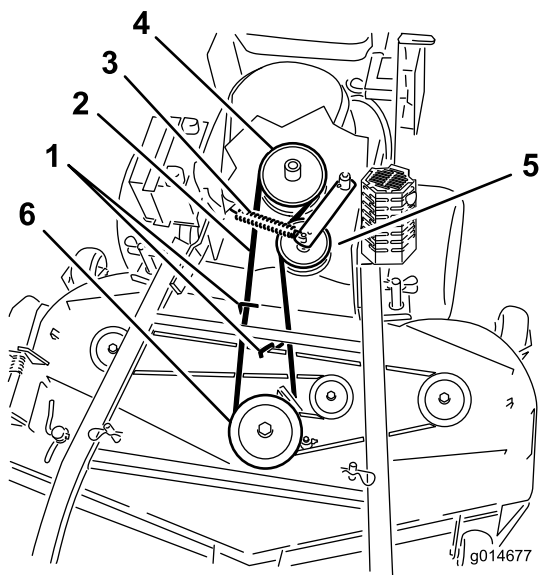
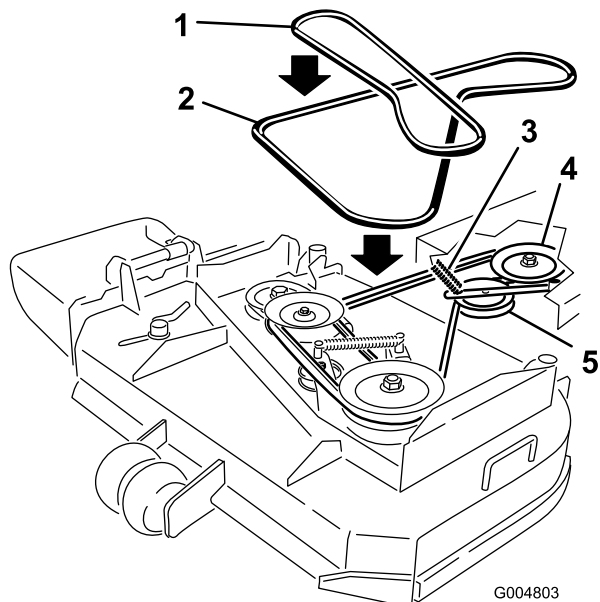

Figura 51
Figura 52
- Retire la correa de la polea central de la carcasa de corte (Figura 51). Consulte Figura 52 para quitar la correa de la polea izquierda en una carcasa de corte de 36 pulgadas. Extremar las precauciones al retirar la correa ya que la tensión aumentará debido a que la polea tensora está tensada con muelle.
- Retire la correa de la polea del motor y la polea tensora tensada con muelle (Figura 51). Consulte Figura 52 para retirar la correa de las poleas de una carcasa de corte de 36 pulgadas.
- Instale la nueva correa en la polea del motor y la polea tensora tensada con muelle (Figura 51).
- Coloque la correa en la polea central de la carcasa de corte (Figura 51). Extremar las precauciones al instalar la correa ya que la tensión aumentará debido a que la polea tensora está tensada con muelle. Consulte Figura 52 para colocar la correa en la polea izquierda en una carcasa de corte de 36 pulgadas.
- Ajuste la guía de la correa a 1/8 pulgada (3 mm) de la correa en plataformas de corte 48 pulgadas (Figura 51).